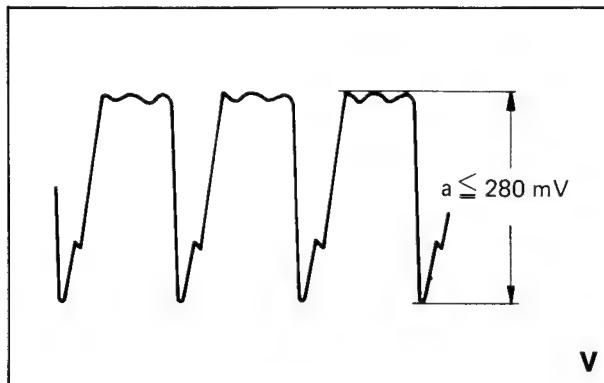

Bild 3-7
2. Oszilloskop an TP 14. Brumm soll kleiner als $280 \text{ mV}_{\text{ss}}$ sein (Bild 3-7).